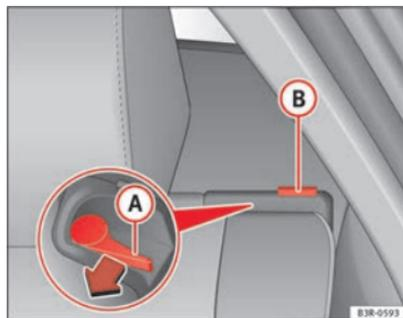

Fig. 116 Sbloccaggio dello schienale posteriore.
- Premere la leva di sbloccaggio nella direzione indicata dalla freccia (A) ⇒ fig. 116).